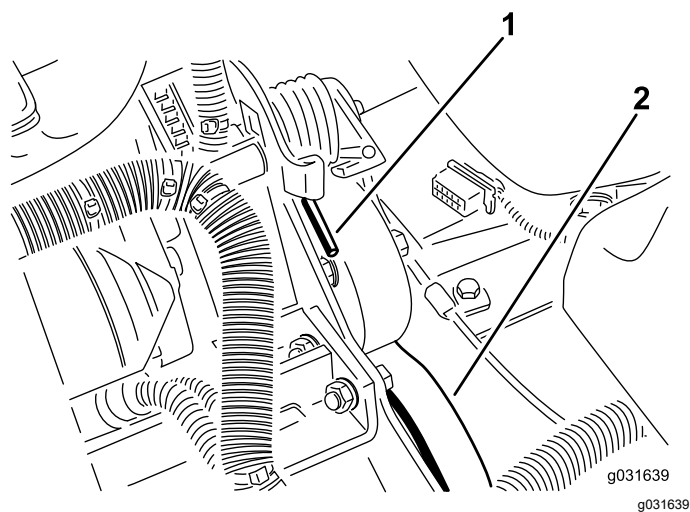

Рисунок 62
2. Нажмите вниз и вперед на конец пружины, чтобы вывести ее из зацепления с кронштейном и снять натяжение пружины (Рисунок 62).